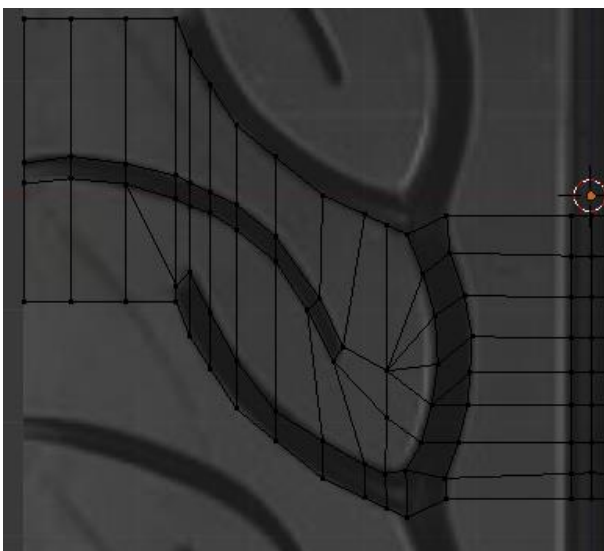
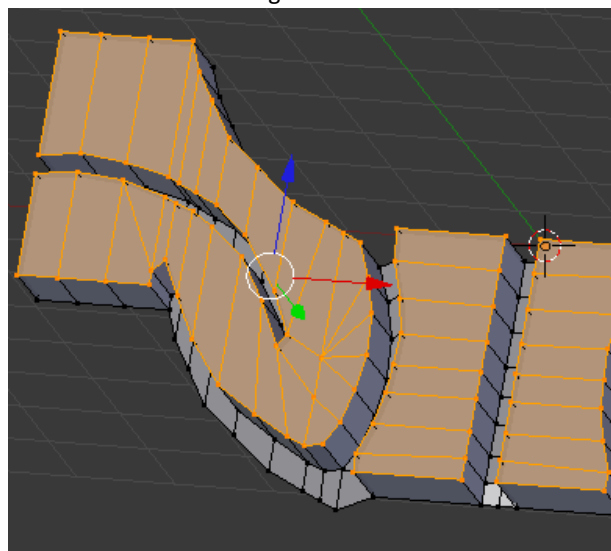

Figura 5.78
Figura 5.79
9. Modele completamente a semi-seção inserindo os contornos longitudinais e transversais necessários, [Ctrl]+[R], figura 5.78, e extrudindo, [E], a partes em relevo, figura 5.79.